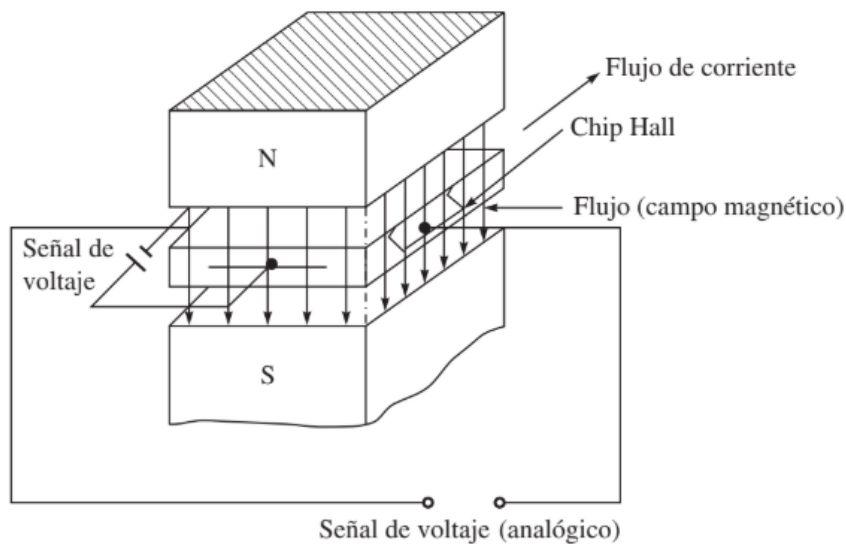

Figura 7: Sensor Hall
- **Sensor de efecto Hall:** El principio de este sensor es el siguiente: Si una pieza plana de material conductor llamada chip Hall se sujeta a una diferencia de potencial en sus dos lados opuestos como se indica en la figura 7, entonces el voltaje que se genera a través de las caras perpendiculares es cero. Pero si un campo magnético se induce en ángulos rectos al conductor, el voltaje se genera en las otras dos caras perpendiculares. Entre más alto sea el valor de campo, más lo será el nivel de voltaje. Si se utiliza un imán anular, el voltaje producido será proporcional a la velocidad de rotación del imán.